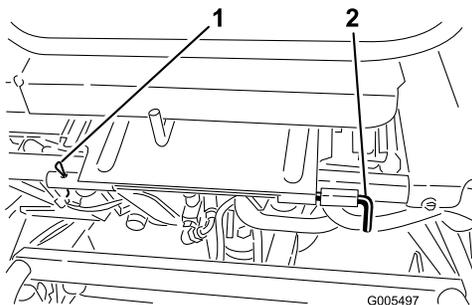

Figura 27
3. Abaixee o assento e remova a cavilha elástica que fixa a haste de basculamento do assento ao quadro (Figura 27).